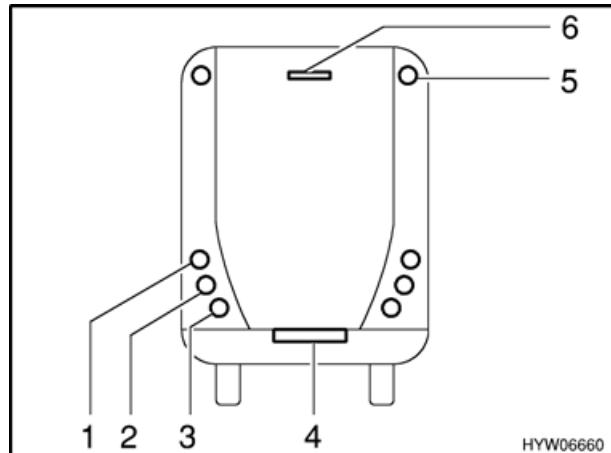

Fig. 98 Luci posteriori
- Svitare le viti degli involucri (Fig. 98,1 a 5).
- La terza luce freno (Fig. 98,6) va sostituita assieme al suo involucro.